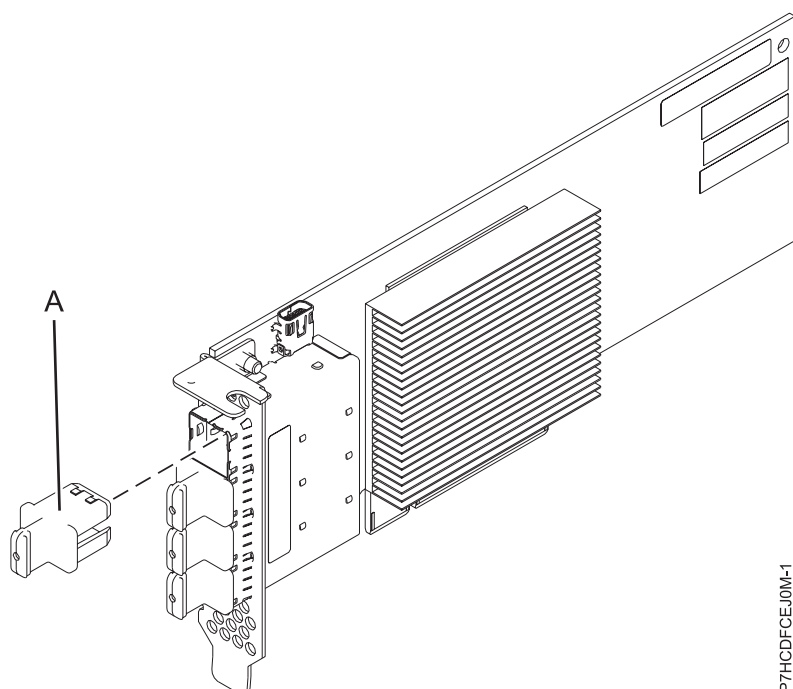

Figure 22. Carte PCIe3 LP à 4 ports SAS x8
SAS à l'aide de quatre connecteurs mini-SAS haute densité (HD) x4 qui permettent d'utiliser les liaisons physiques dans différentes configurations étroites et larges de ports. Le raccordement de bande magnétique n'est pris en charge qu'avec une configuration de carte unique et ne peut pas être combiné avec un disque SAS sur la même carte. L'adaptateur ne dispose pas d'un cache en écriture. La figure 22 illustre la carte PCIe3 LP à 4 ports SAS x8.
La figure 22 représente la carte. Le capuchon du connecteur **(A)** est installé dans un port vide et empêche que ce port ne soit endommagé lorsqu'un câble d'un connecteur de port adjacent est branché ou retiré.